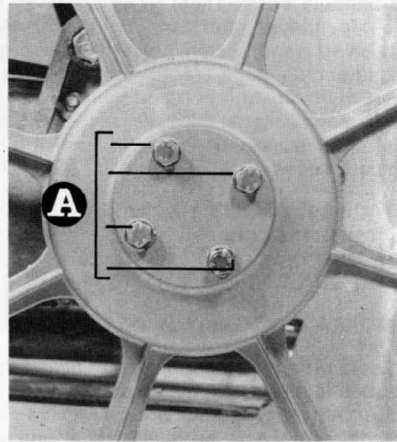

Fig. 25
Para desmontar la rueda trasera, aflojar los cuatro tornillos (A) que fijan el tambor a la brida, extraer éstos con sus correspondientes arandelas y quitar la rueda (fig. 25).